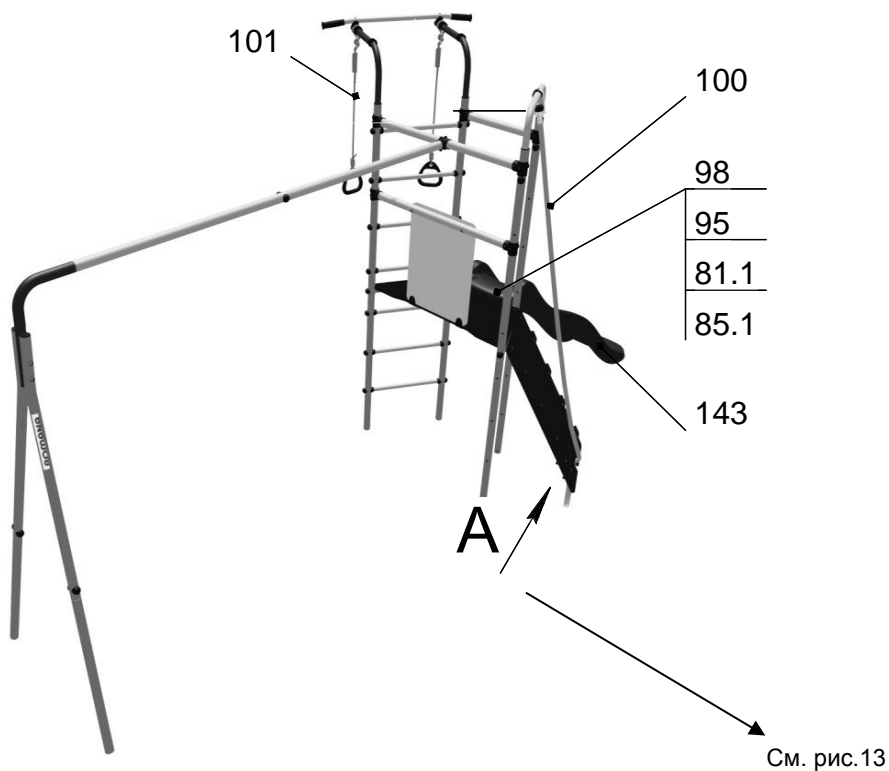
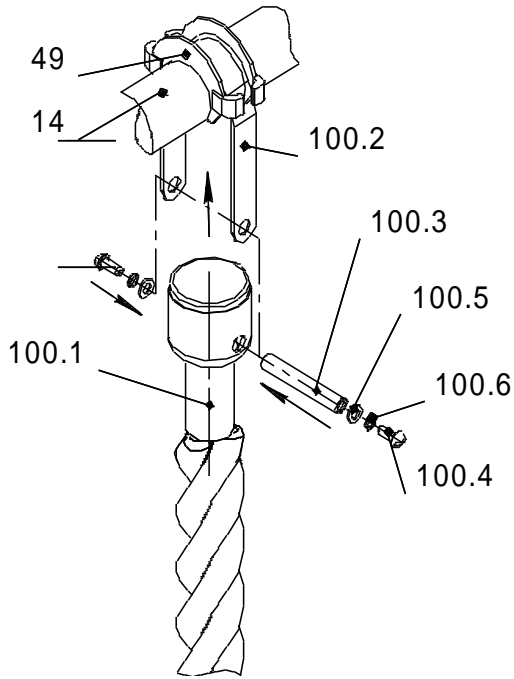
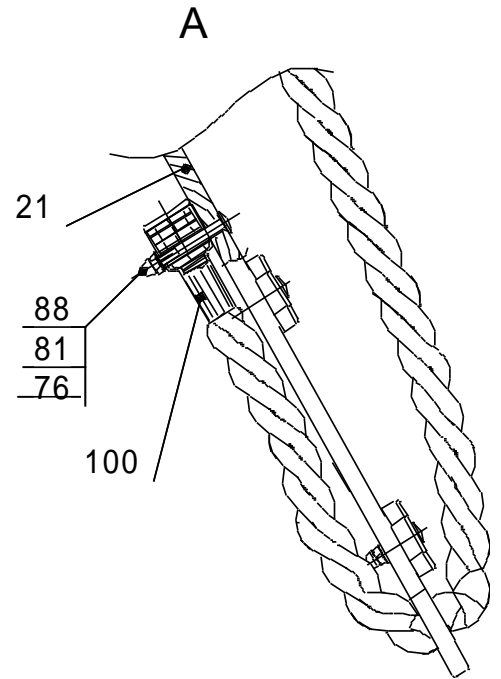

Рис.11
Рис.12
Рис.13
10.4.1 После полного застывания бетона установить навесное оборудование и горку (рис.11).
10.4.3 Собрать канат поз. 100 (рис.12). После установки каната поз.100 на катушке-клипсе поз. 49 нижний конец каната зафиксировать на щите поз.21 лаза (см. рис.11 Вид А; рис. 13).